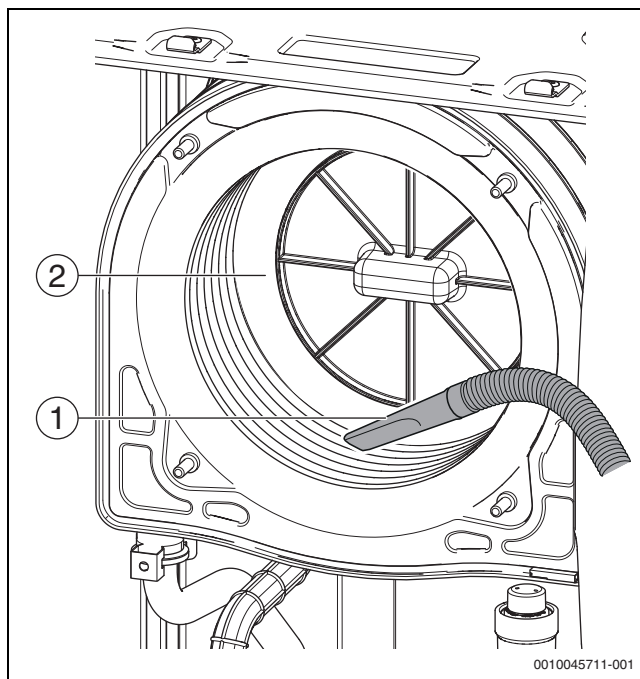

Fig. 50 Procédure d'aspiration
- Enlever les résidus restants avec un aspirateur (→ Figure 50, page 36).